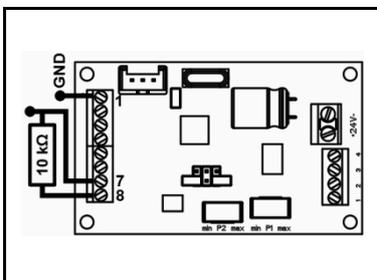

Fig. 20: Open-Kollektor-Alarm
- ➔ Um ein Spannungssignal (10 V / GND) zu erzeugen, zwischen COM7 und COM8 einen 10 kΩ-Widerstand anschliessen (vgl. Fig. 20).